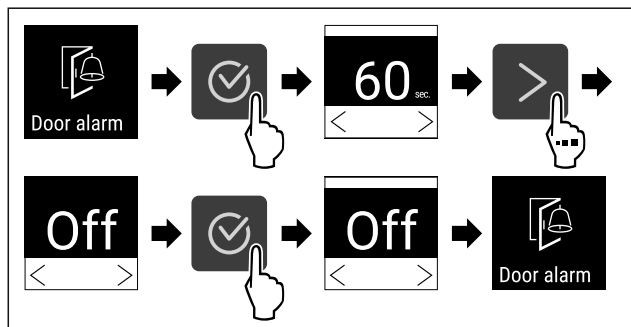

Fig. 106
- ▶ Obavite korake postupka (pogledajte Fig. 106) .